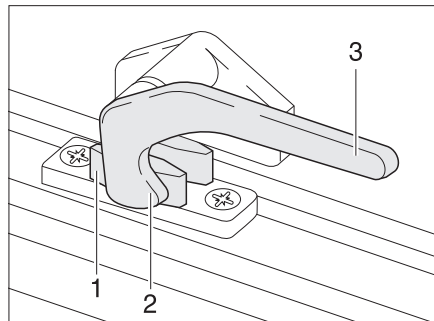
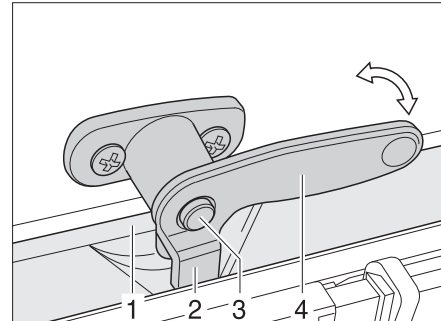

Fig. 63 Levier de verrouillage en position "fermée"
Fig. 64 Levier de verrouillage avec bouton de sécurité en position "fermée"
- Si présent, enfoncer le bouton de sécurité (Fig. 64,3) et le maintenir enfoncé.
- Tourner le levier de verrouillage (Fig. 63,3 ou Fig. 64,4) d'un quart de tour vers le centre de la fenêtre.
- Tourner le levier de verrouillage (Fig. 63,3 ou Fig. 64,4) d'un quart de tour vers le cadre de la fenêtre. Le tenon de verrouillage (Fig. 63,2 ou Fig. 64,2) se trouve sur le côté intérieur du verrouillage de fenêtre (Fig. 63,1 ou Fig. 64,1).
- En position "Fermée" (Fig. 63)